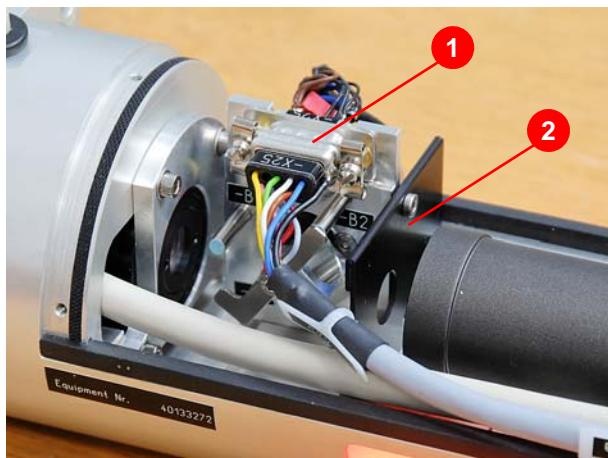

Abbildung 7.21 Shutter montieren
27. Shutter (1) (Abbildung 7.21) inklusive der Blende (2) montieren.